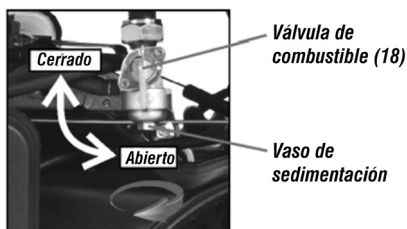

Fig. 24 – Retirando vaso de sedimentación
c. Con auxilio de una llave, retire el vaso de sedimentación (fig. 24);
- d. Desmonte el sistema, retirando el filtro de combustible, el anillo de sellado/oring y el vaso de sedimentación (fig. 24);